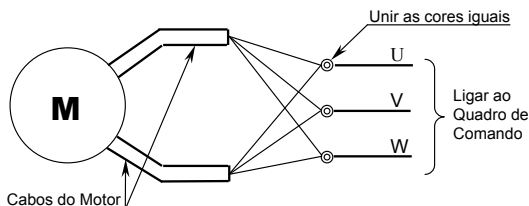
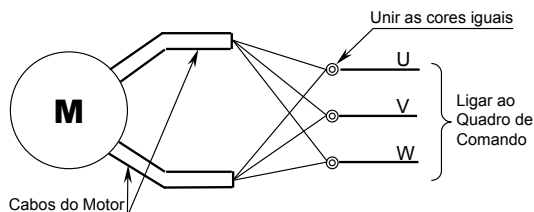
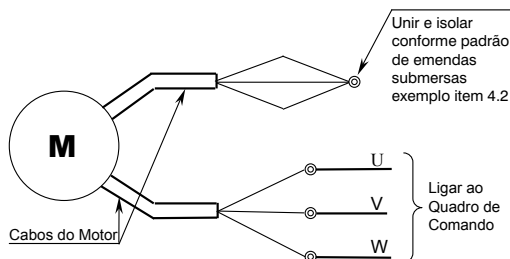

Figura 6.6.2 - Motor com dois cabos (Tensão Fixa)
Figura 6.6.3 - Motor com dupla Tensão - Ligação 220V
Figura 6.6.4 - Motor com dupla Tensão - Ligação 380V
não for de dupla tensão), unir simplesmente os cabos de mesma coloração e emendar os cabos do motor com os cabos da instalação, conforme figura 6.6.2.
6.6.3 Ligações de motores de dupla tensão, 220/380 V: para ligação 220 V proceder conforme a figura 6.6.3 (unir os cabos da mesma coloração). Para ligação 380 V, deve-se unir um dos lados do cabo do motor e então fazer a isolamento, o outro cabo deve ser conectado conforme a figura 6.6.4. **Este procedimento não se aplica para os motores M10 e M12, que sempre são fornecidos em tensão única, devendo ser seguida a orientação conforme figura 6.6.2**